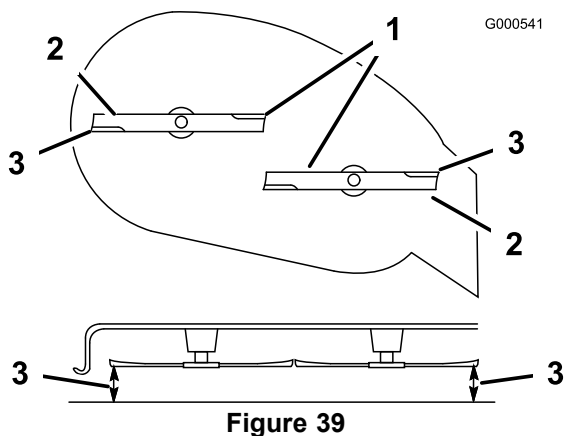

Figure 39
- Tournez prudemment les lames pour qu'elles soient parallèles dans le sens transversal (Figure 39).
- Mesurez la distance entre les tranchants extérieurs et le sol plat (Figure 39). Si les deux mesures diffèrent de plus de 5 mm, un réglage s'impose. Poursuivez la procédure.